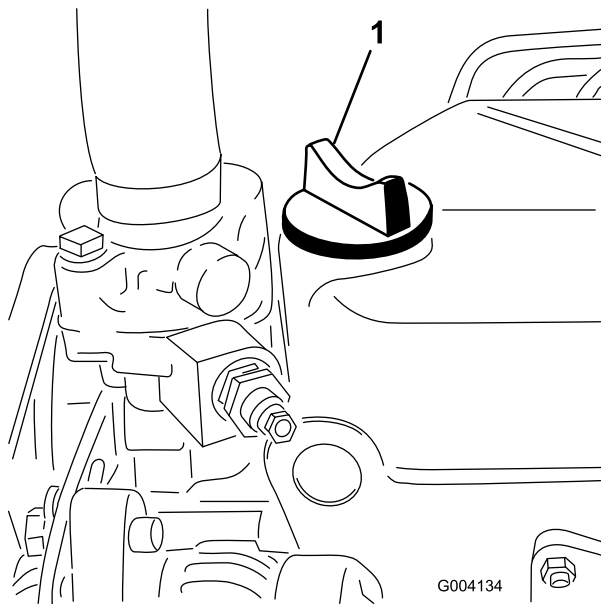

Bild 17
5. Wenn der Ölstand unter der Voll-Marke liegt, nehmen Sie den Fülldeckel ab (Bild 17) und gießen Sie genug Öl ein, um den Ölstand bis zur Voll-Marke anzuheben.